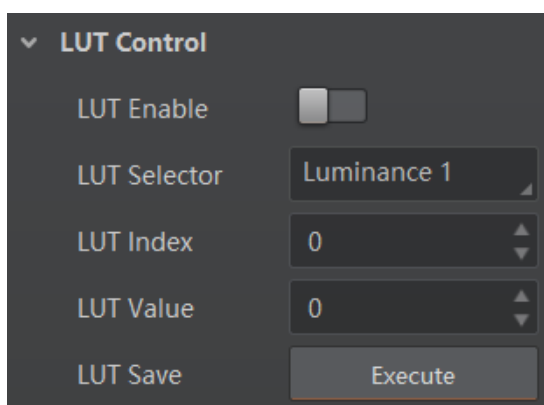

图7-44 LUT 设置
3. 通过 *LUT Value* 参数设置偏移量对应的值，默认为 *LUT Index* 参数的 4 倍，可根据实际情况自定义设置，范围为 0 ~ 4095。如图 7-44 所示。